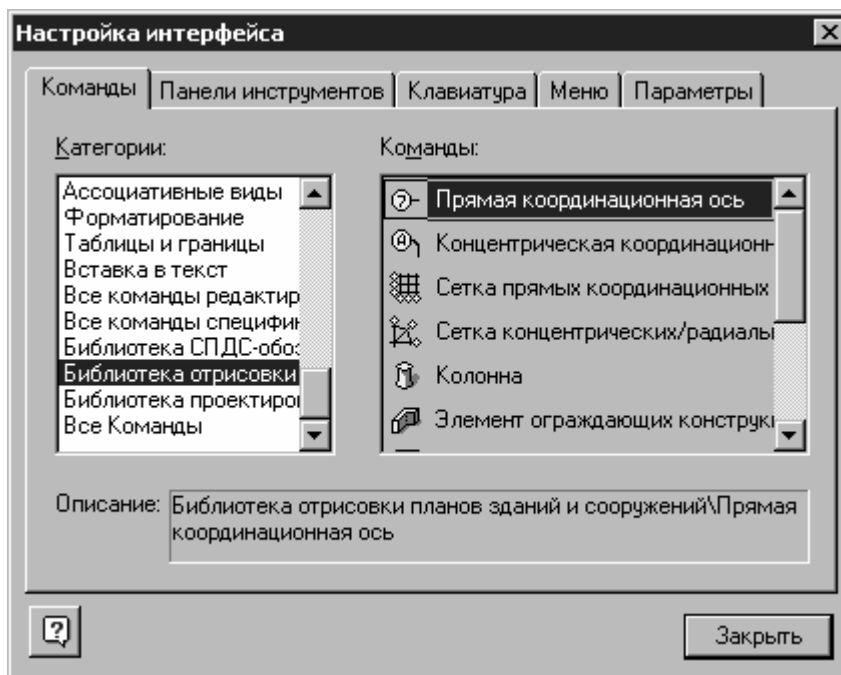

Рис. 1.2. - Вкладка **Команды**
4. Перейдите на вкладку **Команды** (рис. 1.2.).